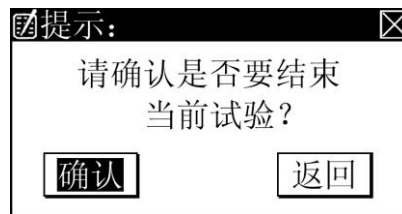

图 7.6
2) 将光标移到“停止”按钮,按“确认”键出现对话框如图 7.6 所示: